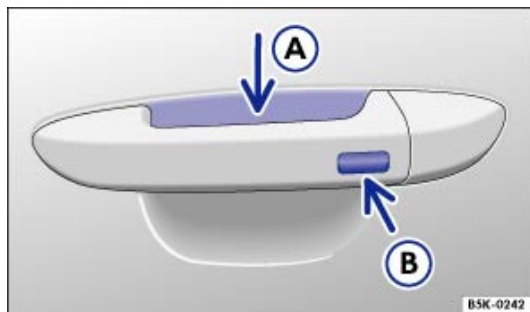

Fig. 53 Dans la poignée de porte : surfaces de détection
- Touchez la surface de détection ⇒ Fig. 53 Ⓐ intégrée à la face intérieure de la poignée de porte du conducteur ou du passager avant.
- Touchez la surface de détection ⇒ Fig. 53 sur la face extérieure de la poignée de porte du conducteur ou du passager avant.
- Touchez une fois la surface de détection située sur la face extérieure de la poignée de porte ⇒ Fig. 53 dans les cinq secondes qui suivent. N'introduisez pas la main dans la poignée de porte.
- Poser un doigt pendant quelques secondes sur la surface de détection ⇒ Fig. 53 de la poignée de la porte du conducteur ou du passager avant jusqu'à ce que les fenêtres et le toit en verre soient fermés.